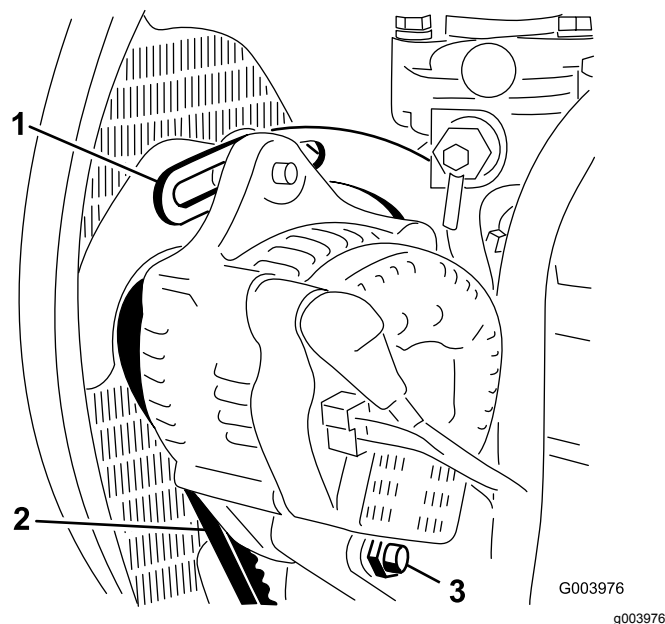

Figura 63
2. Compruebe la tensión de la correa del alternador presionándola (Figura 63) en el punto intermedio entre las poleas del alternador y del cigüeñal con una fuerza de 10 kg (22 libras).
3. Afloje el perno que fija el tirante al motor (Figura 63), el perno que fija el alternador al tirante y el perno de pivote.